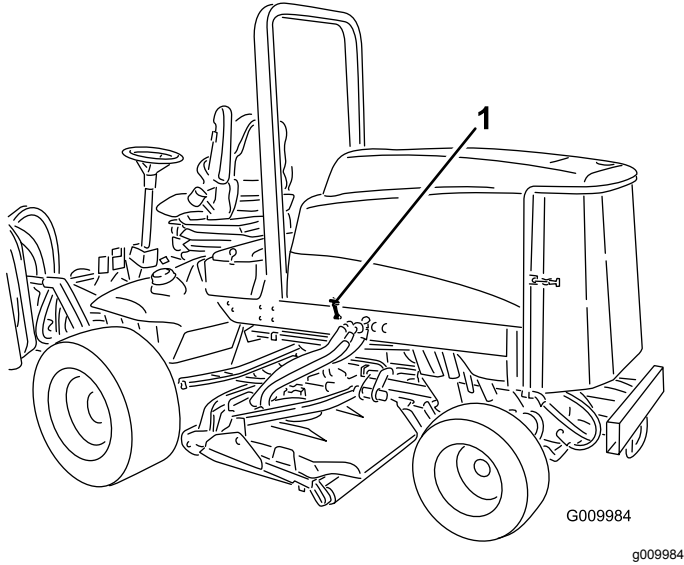

Figura 45
1. Rilasciate i fermi (Figura 45) e il perno del cofano e apritelo.